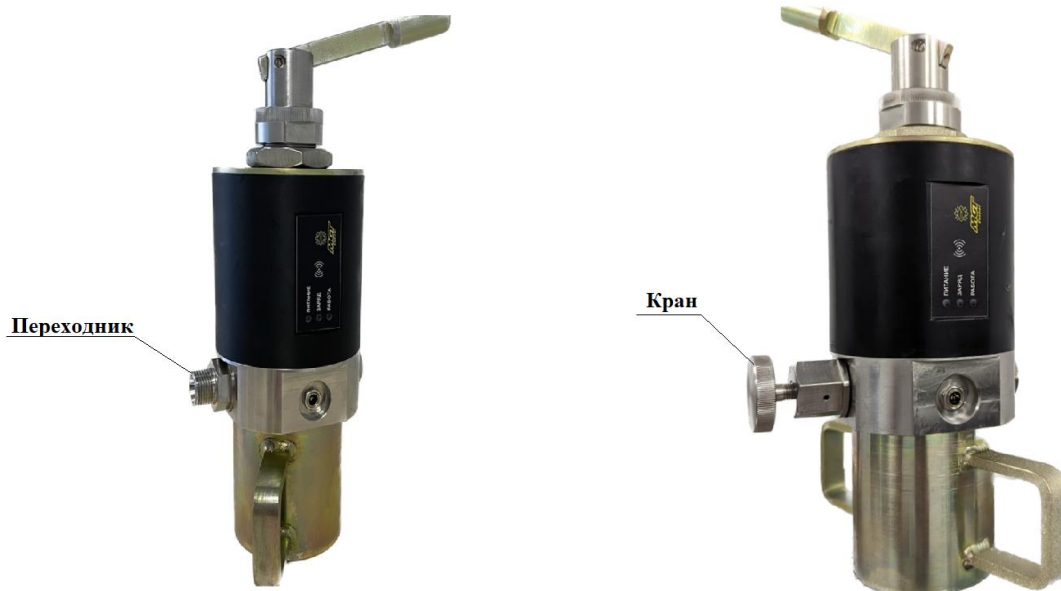

Рисунок 3 – Датчик уровня MGT АПДУ-1
1) С помощью гаечного ключа (24 мм) открутить переходник датчика уровня MGT АПДУ-1, через который в стандартном режиме происходит выпуск газа, и вместо него вкрутить кран из комплекта поставки ГБО (рисунок 3).